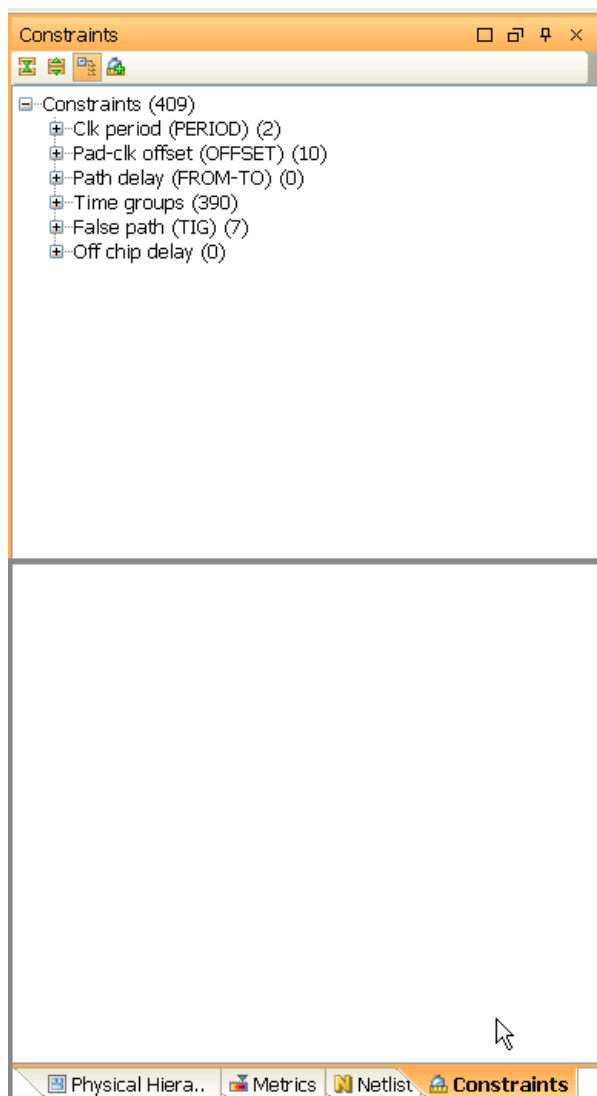

図 4-29 : [Constraints] ウィンドウをドラッグしウィンドウと並べて表示
1. タブをクリックします。図 4-29 の例では、[Constraints] タブをクリックしています。